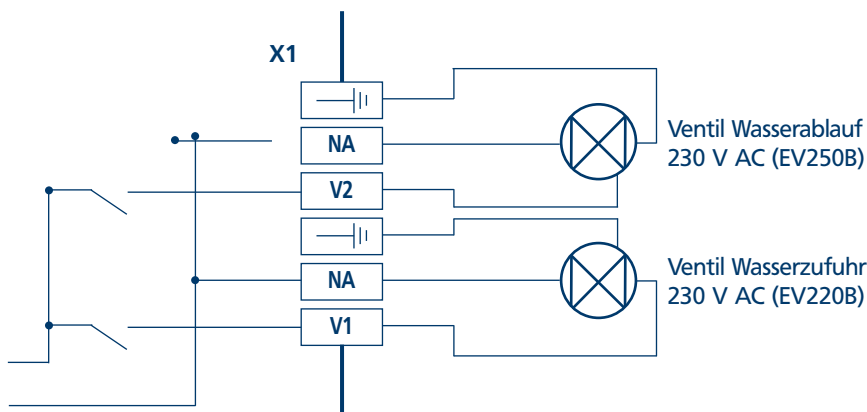

Abb. 10: Elektroanschluss Wasserventile
- Nehmen Sie die Verdrahtung an der Klemmenleiste im Elektroschaltkasten vor, wie in unten stehendem Verdrahtungs-Schema (Abb. 10) gezeigt